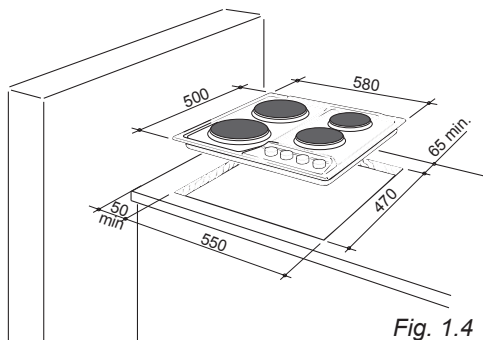

Fig. 1.4
- qualsiasi parete a fianco e sovrastante il piano cottura deve trovarsi ad una distanza non inferiore a 50 mm (fig. 1.4);